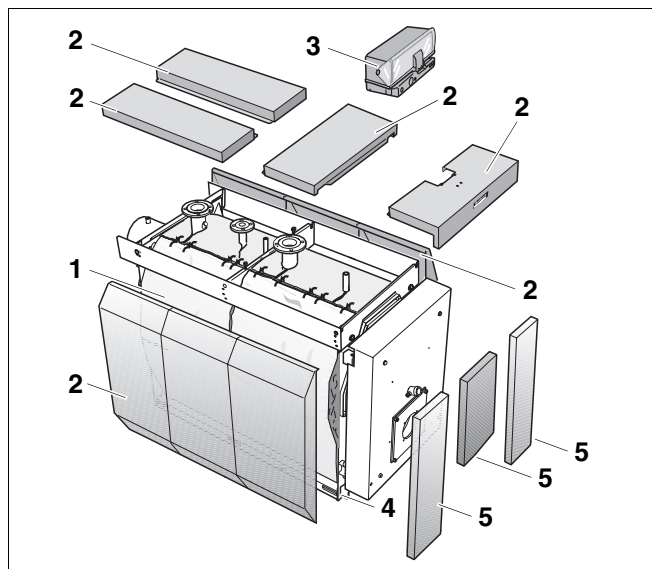

Fig. 1 Chaudière spéciale fioul/gaz Logano S735
Les principaux composants de la chaudière spéciale fioul/gaz Logano S735 (fig. 1) sont :
- Le corps de chaudière (fig. 1, **pos. 4**) en liaison avec un brûleur.
- La jaquette de chaudière (fig. 1, **pos. 2**) et l'isolation thermique (fig. 1, **pos. 1**).
- L'appareil de régulation (accessoire – fig. 1, **pos. 3**)